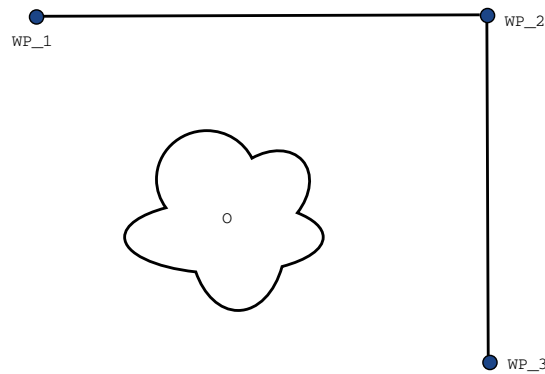

Abbildung 15.2: WP_1: Ausgangsstellung, WP_2: Zwischenziel, WP_3: Aufnahmeposition, O: Hindernis.
Beispiel Betrachten wir beispielsweise eine Pick-and-Place-Anwendung (siehe Abbildung 15.2), bei der sich der Roboter aktuell am Wegpunkt 1 (WP_1) befindet und ein Objekt am Wegpunkt 3 greifen (WP_3) soll. Um Kollisionen mit dem Objekt und anderen Hindernissen (0) zu vermeiden, muss sich der Roboter WP_3 aus der Richtung von Wegpunkt 2 kommend (WP_2) nähern. Es werden also drei Wegpunkte für die Bahn einbezogen, um die Anforderungen zu erfüllen.